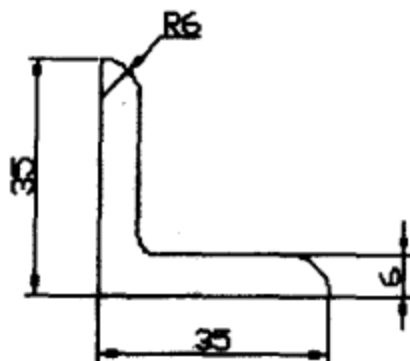

图 7-32 轮廓草图
(1) 在二维环境下,作出如图 7-32 所示平面图,并把轮廓草图创建成面域。
(2) 在主菜单中,执行【视图】/【三维视图】/【视图预置】命令,弹出【视点预置】对话框。
(3) 在【视点预置】对话框的【自 X 轴】文本框输入“30”,【自 XY 平面】文本框输入“35”,单击  按钮退出对话框。
(4) 单击【实体】工具条【拉伸】命令按钮 , 执行拉伸命令, 命令行提示:
选择如图 7-32 所示平面图为轮廓草图。